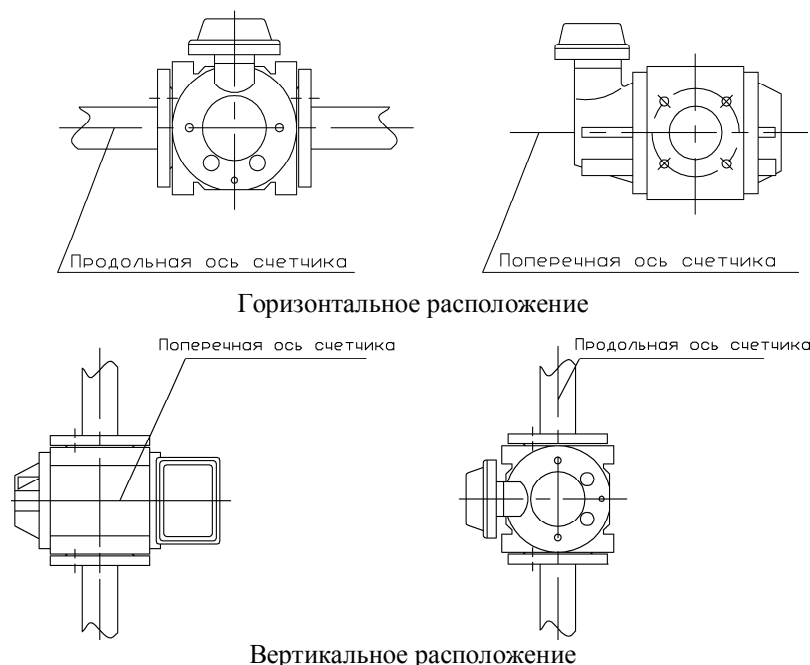

Рис.2 Требования к расположению счетчика RVG или RABO при его установке в трубопровод
7.1.2 Монтаж пункта следует производить таким образом, чтобы продольная и поперечная оси счетчика были расположены в соответствии с требованиями (рис.2) :